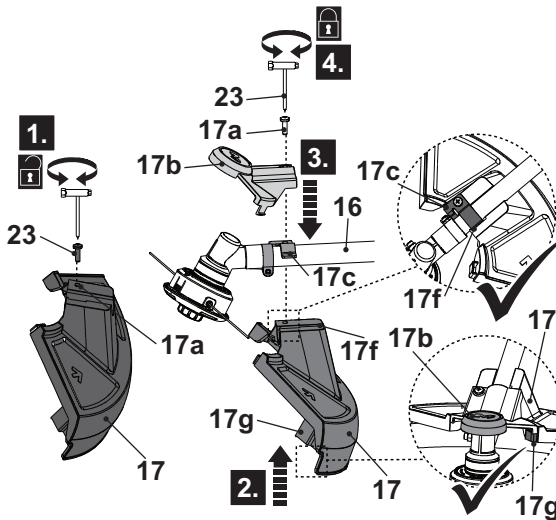

Fig. 3
1. Retirez le boulon (17a) du carter (17) à l'aide de l'outil polyvalent fourni (23) et gardez-le à portée de main (Fig. 3, étape 1).
2. Alignez le carter (17) avec le support du carter (17c) sur la barre inférieure (16) et maintenez-le dans cette position (Fig. 3, étape 2).
- Alignez le couvercle du carter (17b) avec le support du carter (17c) sur la barre inférieure (16). Assurez-vous que la plaque de métal du support du carter (17c) est complètement insérée dans la fente (17f). Assurez-vous que l'attache du couvercle du carter (17b) s'enclenche dans le fermoir (17g) du carter (17) en faisant un clic audible (Fig. 3, étape 3).
- Assurez-vous que les trous de vis du carter (17), du support du carter (17c) et du couvercle du carter (17b) sont bien alignés.
- Fixez les connections en tournant le boulon (17a) dans le sens des aiguilles d'une montre, à l'aide de l'outil polyvalent (23) (Fig. 3, étape 4).